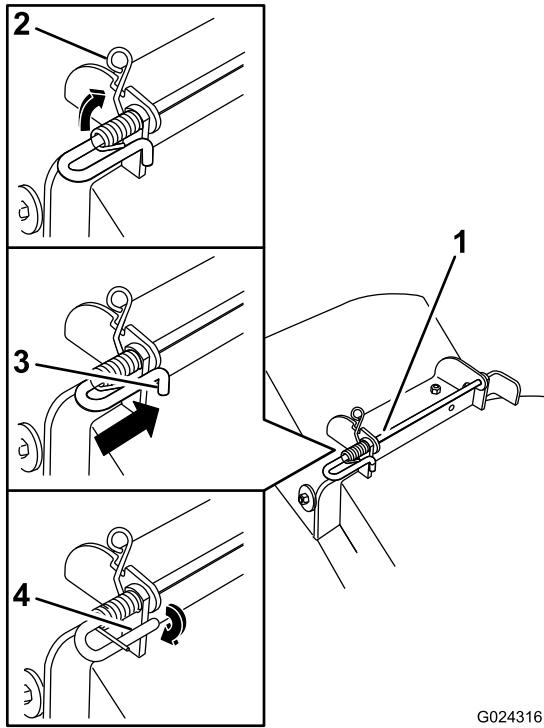

Figure 78
5. Soulevez le côté du ressort avec la boucle et placez-le dans le cran du support de déflecteur (Figure 78).
- 6. Fixez l'ensemble tige et ressort en le tournant de sorte à pouvoir placer l'extrémité courte de la tige derrière le support avant soudé au plateau de coupe (Figure 78).